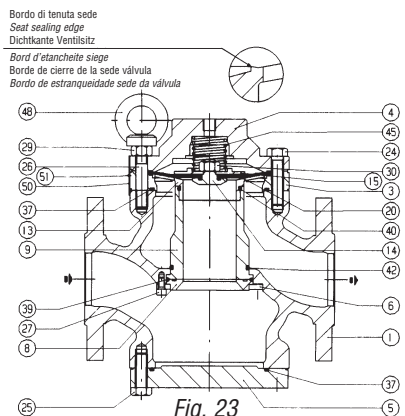

Fig. 23
**Regulador Aperial (fig. 23)**